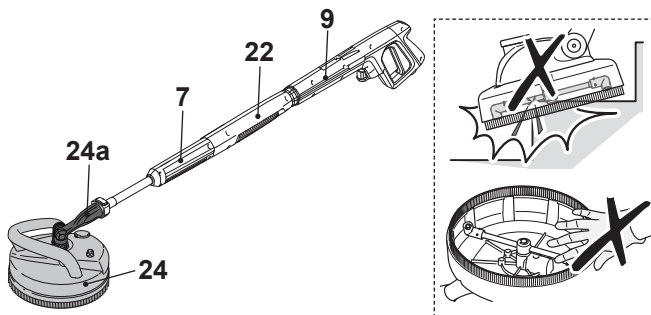

Fig. 12
4. Ajuste firmemente a lança de extensão curta (22) girando a luva (22b) no sentido horário (etapa 3).
5. Alinhe e insira as linguetas (7a) da lança de extensão (7) nas ranhuras da porta de conexão da lança de extensão curta (22) (passo 4).
6. Ajuste firmemente a lança de extensão (7) girando-a no sentido horário para travá-la no lugar (etapa 5). Certifique-se de que a seta na lança de extensão curta esteja alinhada com a seta na lança de extensão.
7. Prenda a escova para pátio (24) na lança extensora (7) (Fig. 12).